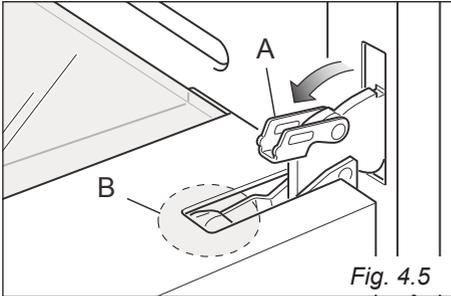
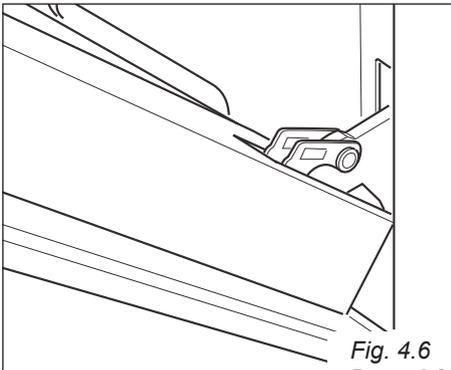

Fig. 4.5
Fig. 4.6
- Aprire completamente la leva "A" delle cerniere destra e sinistra (fig. 4.5).
- Socchiudere dolcemente la porta (fig. 4.6) fino a quando le leve "A" delle cerniere destra e sinistra si agganciano alla parte "B" della porta (fig. 4.5).